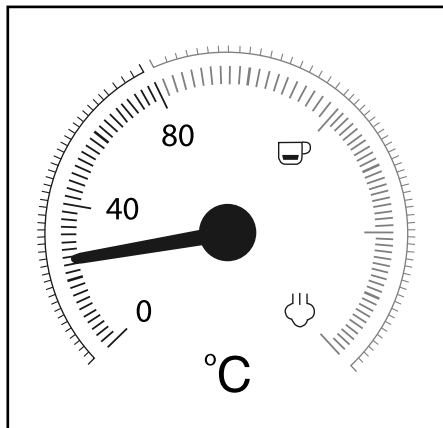

Figura 1
El indicador de temperatura ❷ muestra el nivel de calentamiento del aparato (Figura 1).